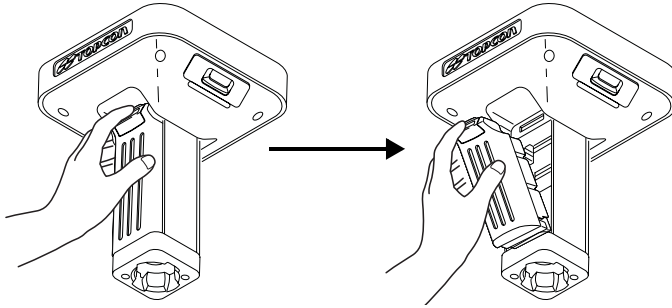

**Figura 2-14. Insertar las Baterías del GR-3**
**Para colocar las baterías** (Figura 2-14):